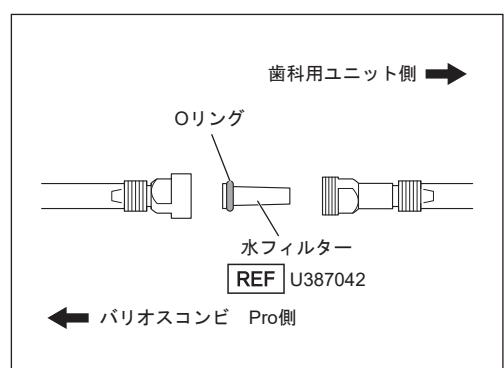

図60
- 5) 新しい水フィルターのOリングをバリオスコンビ Pro側にして、取り外しと逆の手順で組み付けます（図60）。